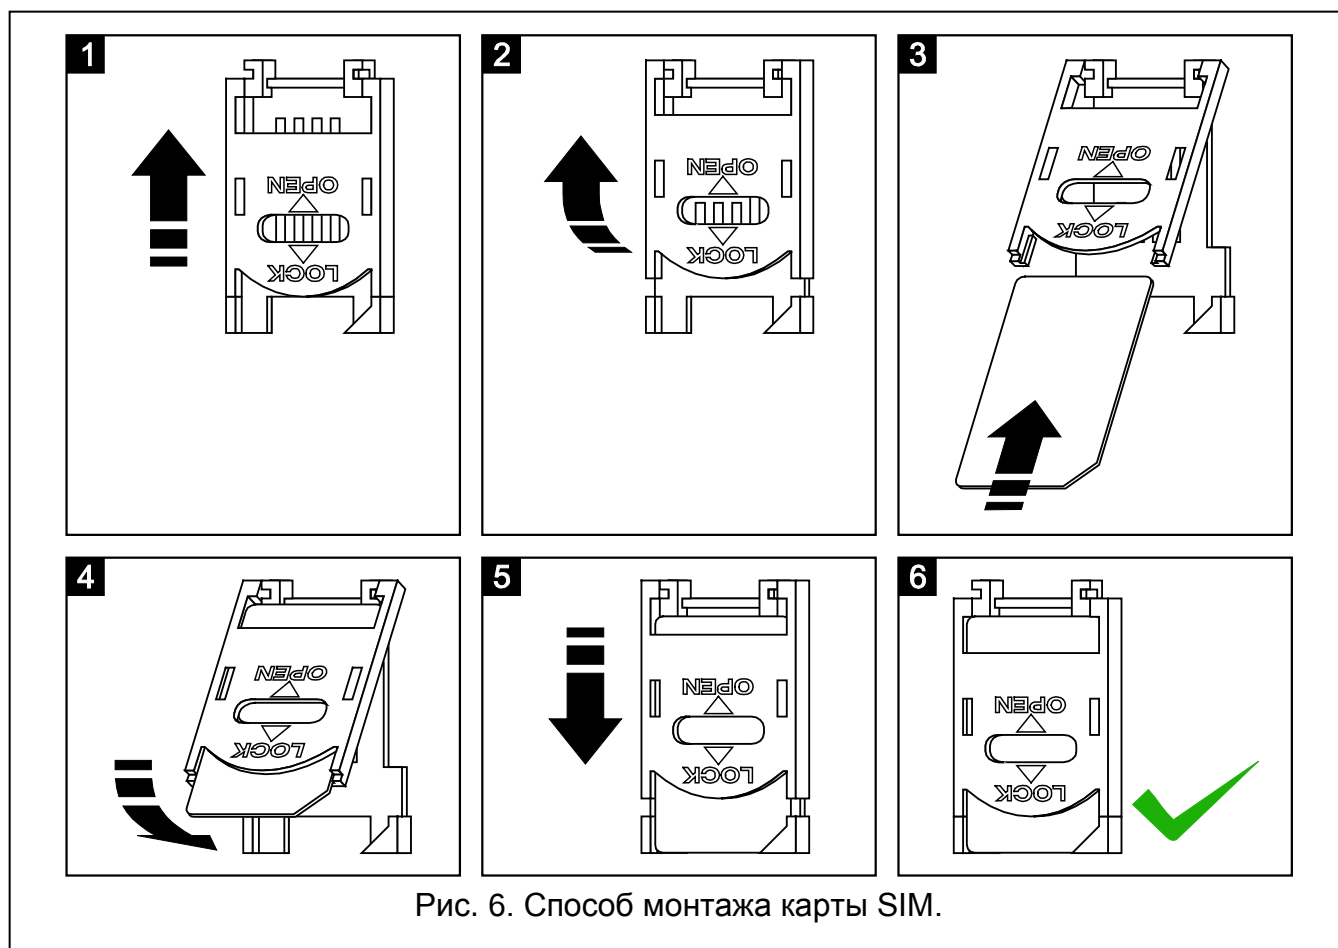

Рис. 6. Способ монтажа карты SIM.
8. Вставьте SIM-карта в держатель (см.: рис. 6).